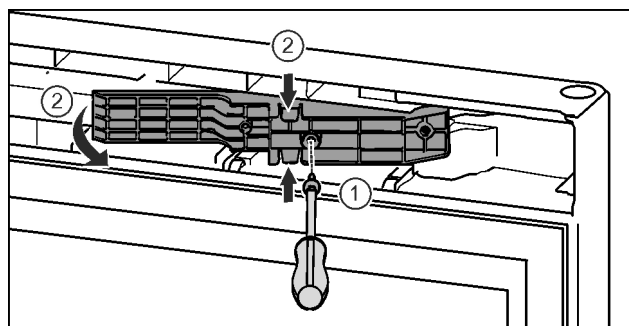

Fig. 16*
- Schroeven met schroevendraaier T15 losdraaien.* *Fig. 16 (1)*
- Adapterstuk eruit trekken.* *Fig. 16 (2)*